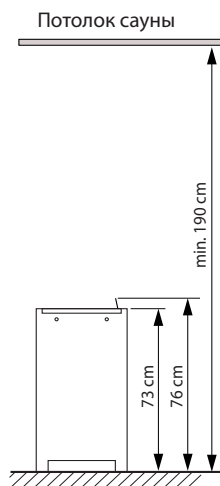

Рис. 1
- Не кладите камни для сауны в печь до тех пор, пока она не примет свое окончательное положение. Соблюдайте минимальные отступы (см. рис. 1 и 2).
- Минимальная внутренняя высота сауны должна составлять 1,90 м. (Рис. 1)